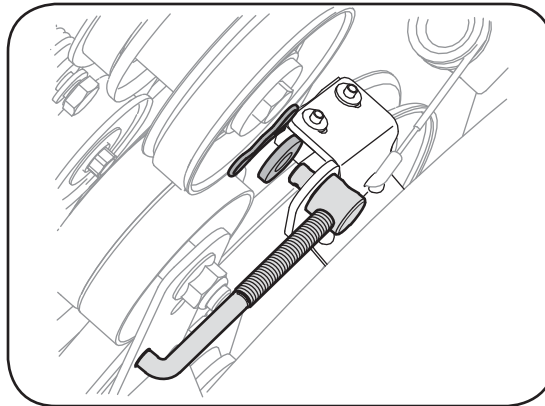

Figure 6-6
4. Retirez la goupille fendue et la rondelle plate de la virole pour dégager la tige de tension de la tarière du support du frein, comme à la Figure 6-6.